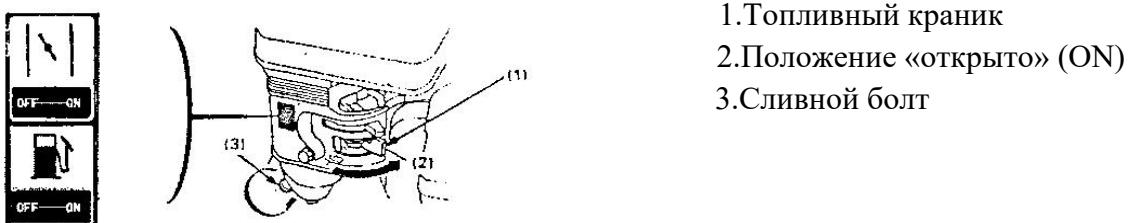

Рис.6
- Переместите топливный краник в положение «открыто» (ON) и убедитесь, что нет утечки топлива (см. рис.6).